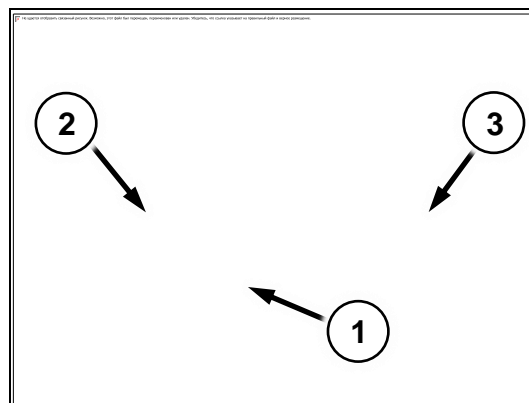

Рис. 123
Для изменения точки подачи удобрений на диск, ослабьте барашек (Рис. 123/1) и перемещайте заслонку (Рис. 123/2) в нужном направлении, контролируя положение по шкале (Рис. 123/3). После установки нужного положения, зафиксируйте барашек.
2. Последовательно и поочередно переставляйте настроечную заслонку (Рис. 123/2) в направлении от 9 к 1 шагами по одному делению
2. Последовательно и поочередно переставляйте настроечную заслонку (Рис. 123/2) в направлении от 1 к 9 шагами по одному делению